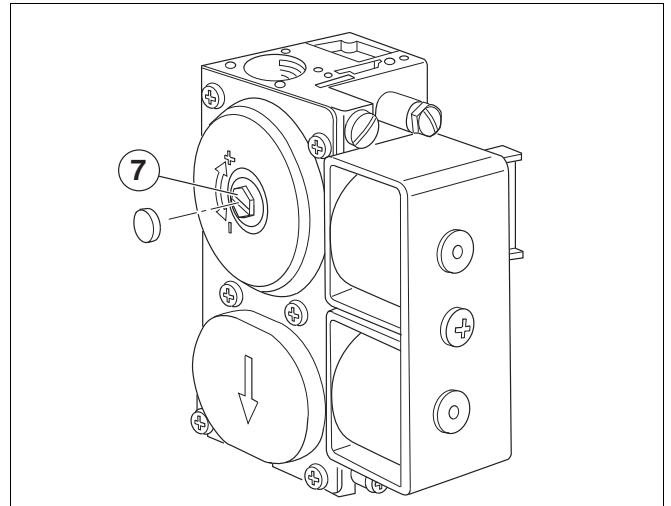
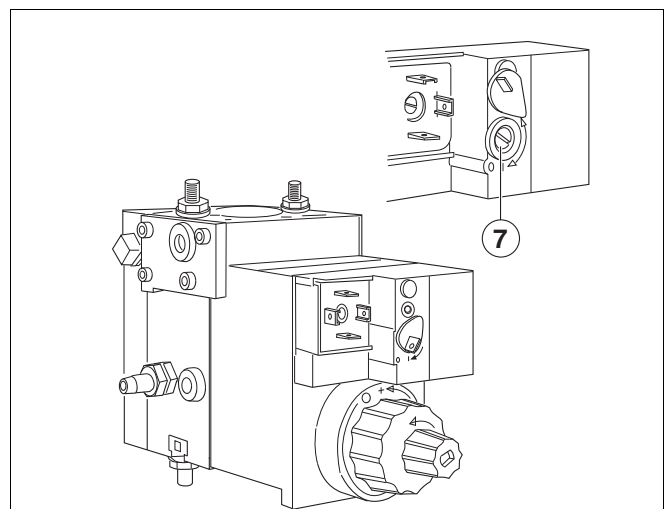

Fig. 6 Valvulería del quemador de gas SIT 830 Tandem
Fig. 8 Valvulería del quemador de gas DUNGS MBDLE
- Retirar la tapa de protección o los tornillos de protección que se encuentran sobre el tornillo de ajuste para la presión de las toberas (fig. 6 a 7), abra la tapa de cierre Dungs MBDLE (fig.8).
- Corrija la presión de las toberas girando el tornillo de ajuste en la dirección de más o menos (fig. 6 a 8).